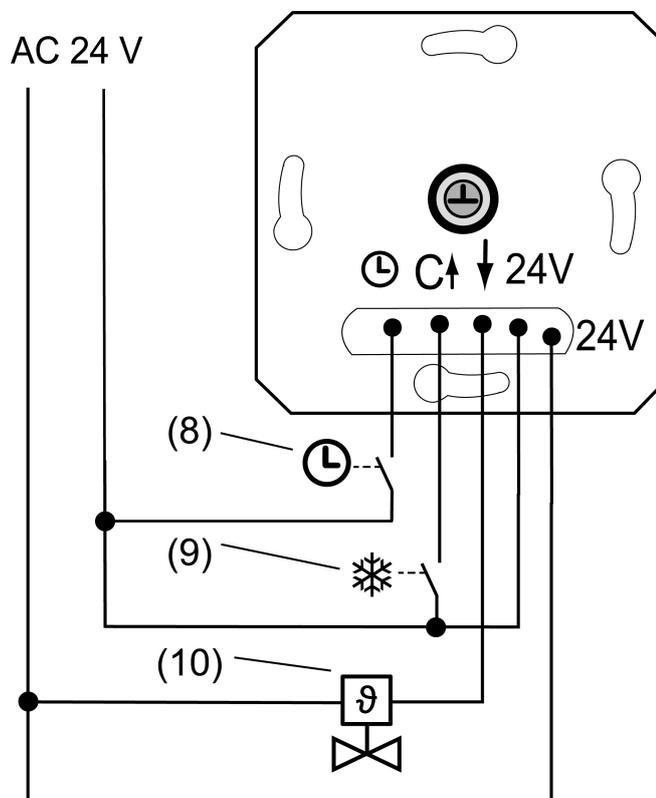
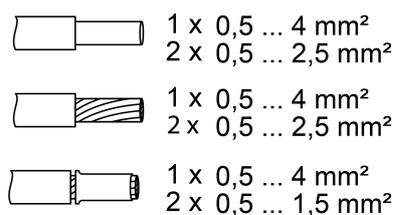

рисунок 2: Пример подключения вставки
рисунок 3: Сечение провода под клемму
- Подключите электротермический сервопривод (10) к вставке (1) согласно монтажной схеме (см. рисунок 2). Соблюдайте сечение проводов (см. рисунок 3).
- Подключите вход в режиме понижения температуры \ominus через контакт переключения центральных часов (8).